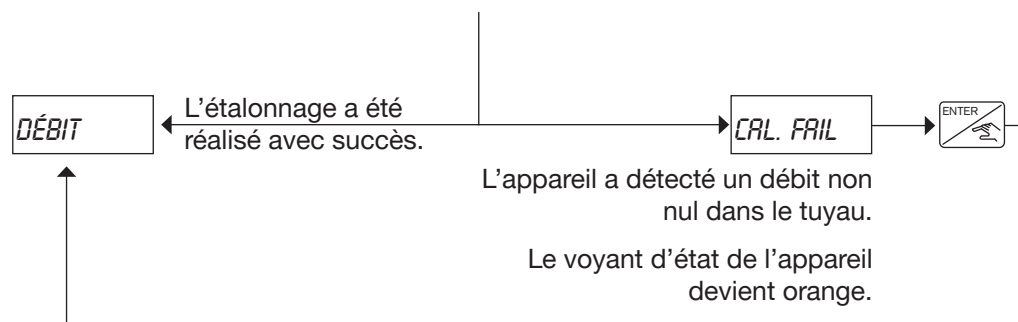

Fig. 54 : Étalonnage du point zéro débit en utilisant le paramètre « CALIB 0 » du menu Test
- soit effectué en utilisant ce paramètre dans le menu Test ; voir Fig. 54.